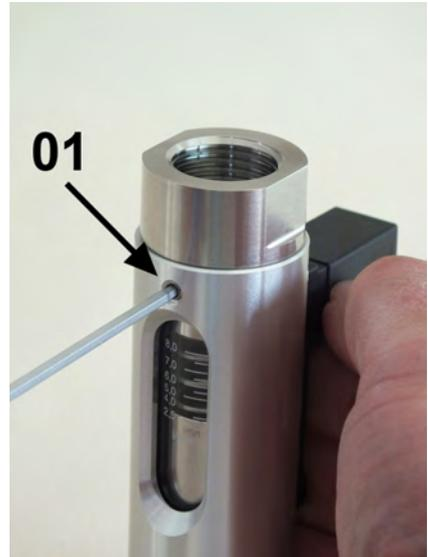

Abb. 51: Gewindestifte/Innensechskant anziehen
14. ▶ 3 Gewindestifte/Innensechskant (Abb. 51/01) anziehen, dabei Schrauben-Anziehdrehmoment beachten (  Kapitel 11.1 „Anziehdrehmomente“ auf Seite 77)